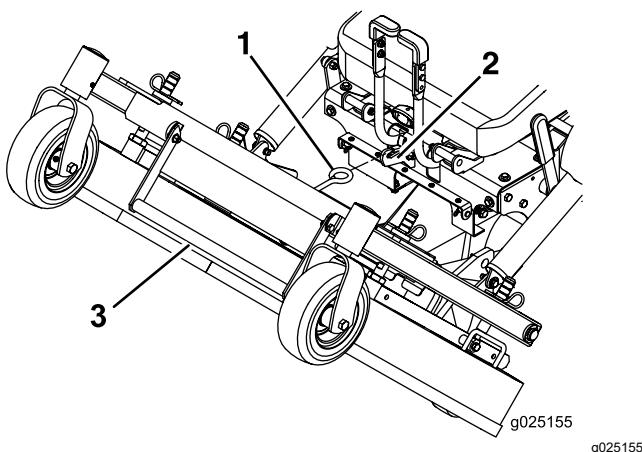

Figura 9
4. Usando el asa de elevación de la carcasa, eleve la carcasa y engáñchela en la posición elevada (el cierre está situado en el centro de la parte delantera del asiento), como se muestra en la Figura 9.
1. Sujete firmemente la barra de elevación de la carcasa, desenganche el enganche de la carcasa de corte de la máquina y baje la carcasa lentamente al suelo (Figura 9).
2. Empuje hacia dentro los pestillos de bloqueo de la carcasa y gírelos hacia adelante para bloquear la carcasa de corte firmemente en la posición bajada (Figura 9).